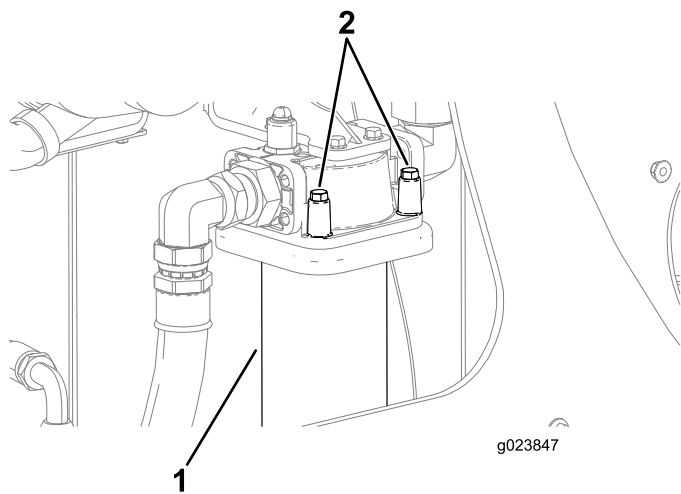

Рисунок 120
3. Поместите сливной поддон или несколько отрезков ткани под фильтр линии нагнетания (Рисунок 120).
4. Держа одну руку под фильтром линии возврата гидросистемы, отверните 4 болта, как показано на Рисунок 120.
7. Совместите новый фильтр линии возврата гидросистемы с местом его посадки и затяните 4 болта (Рисунок 120).